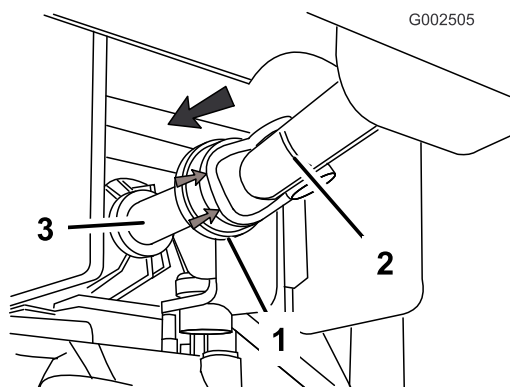

Рисунок 14
- Потяните назад резиновый кожух передней части приводного вала BOM (Рисунок 14).
- Установите приводной вал на хвостовик BOM (Рисунок 14).